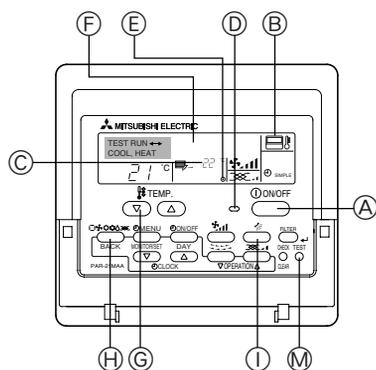

Fig. 7-1
7.2.1. Al usar el controlador remoto cableado (Fig. 7-1)
- ① Encienda el aparato por lo menos 12 horas antes de llevar a cabo la prueba de funcionamiento
- ② Pulse el botón de prueba de funcionamiento [TEST] (PRUEBA) dos veces. ➔ Indicador del cristal líquido de prueba en funcionamiento "TEST RUN" (EJECUCIÓN DE PRUEBA)
- ③ Pulse el botón de selección de modo [Mode selection] (Modo). ➔ Compruebe que sale aire.
- ④ Pulse el botón de selección de modo [Mode selection] (Modo) y cambie al modo de refrigeración (o calefacción). ➔ Compruebe que sale aire frío (o caliente).
- ⑤ Pulse el botón de velocidad del aire [Fan speed] (Velocidad del aire). ➔ Compruebe que cambia la velocidad del aire.
- ⑥ Compruebe el funcionamiento del ventilador de la unidad exterior.
- ⑦ Desactive la prueba de funcionamiento pulsando el botón de activación/desactivación [ON/OFF] (ACTIVAR/DESACTIVAR). ➔ Parar
- ⑧ Registre un número de teléfono.